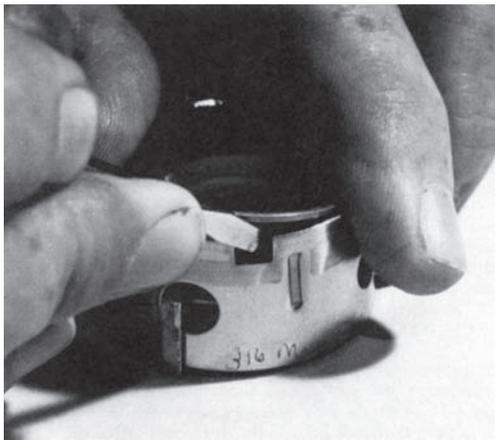

图 13
1. 安装新密封：请参见图 9 到图 13。
要拆卸密封的旋转段，请按压碳表面，并迅速将固定环按到固定筒末端的凹口中，如第 9 页的图 13 所示。